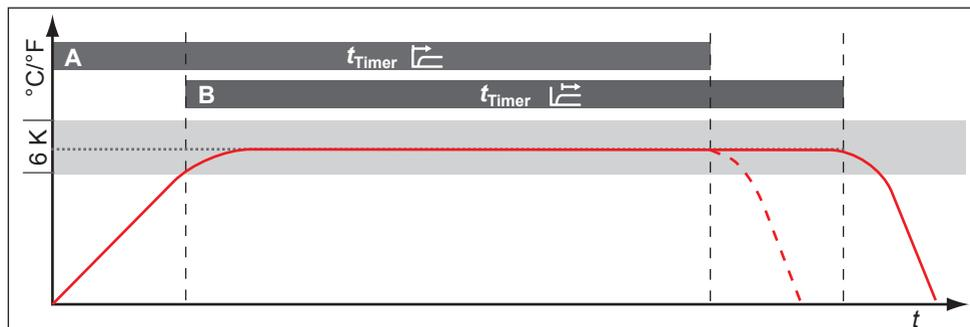

Fig. 25 Modalità "Timer"
In questa modalità è possibile scegliere se si desidera che il contatore digitale con conteggio decrescente con l'indicazione del tempo di arrivo (Timer, v. pag. 31) lavori in funzione del valore nominale oppure no. In questo caso il tempo del timer decorre soltanto quando si raggiunge un limite di tolleranza di ± 3 K rispetto alla temperatura nominale (Fig. 25, B), oppure subito dopo l'abilitazione del timer (A).